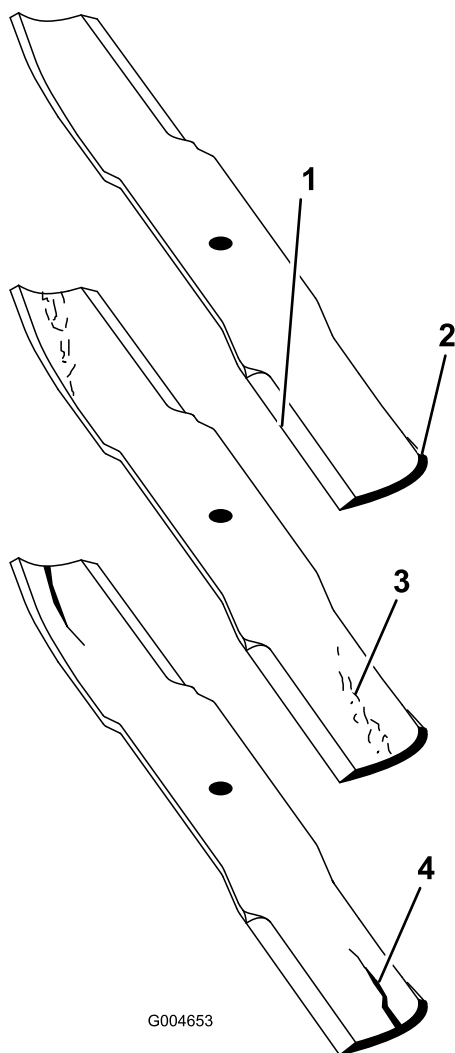

Figura 117
2. Examine cuidadosamente as extremidades da lâmina, prestando especial atenção à zona onde se encontram as partes curvas e planas da lâmina (Figura 117).
Nota: A areia e os materiais abrasivos podem desgastar o metal entre as partes plana e curva da lâmina; por isso, verifique a lâmina antes de utilizar a máquina. Se der conta de desgaste (Figura 117), substitua a lâmina.